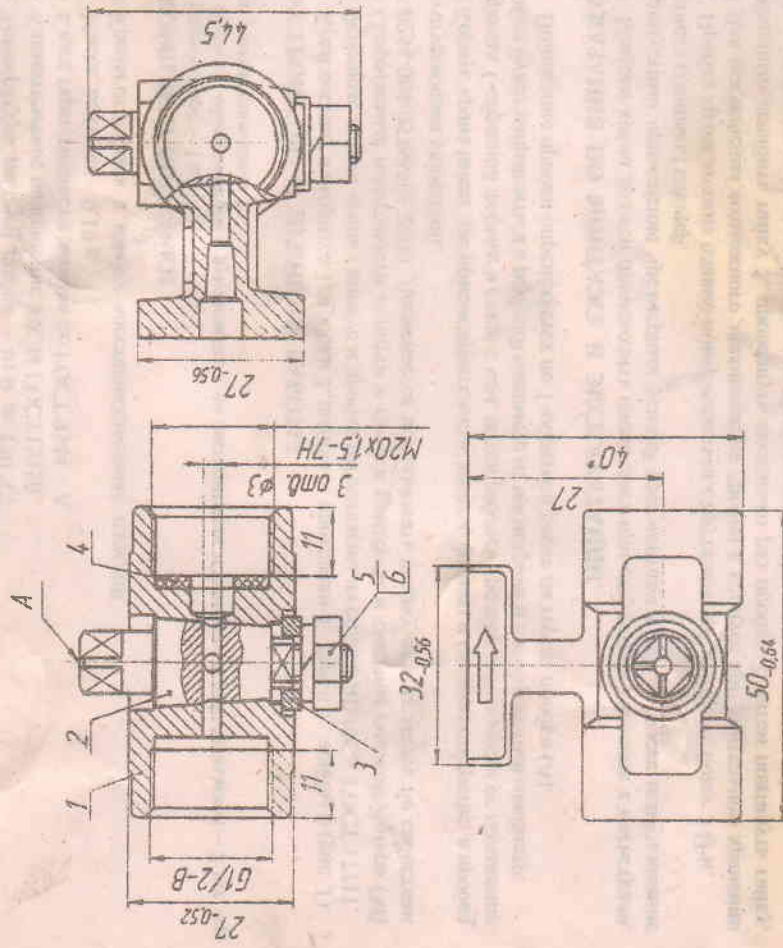

Рисунок 1 – Кран пробковый трехходовой натяжной муфтовый с фланцем для контрольного манометра
4.1 Кран состоит из корпуса 1, пробки 2, шайбы 3, прокладки 4, гайки 5, шайбы 6 (рис. 1).